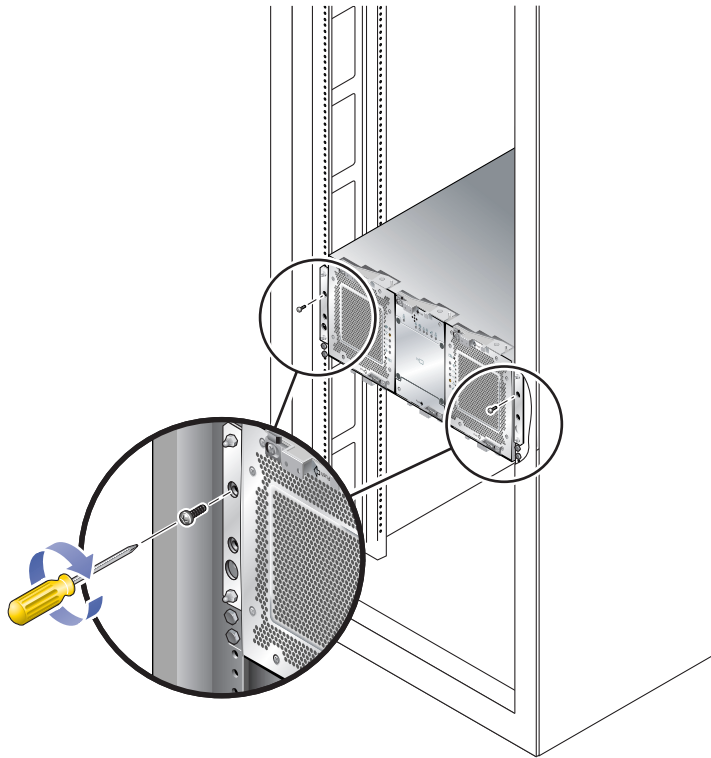

FIGURE 2-13 Fixation du plateau à l'avant de l'armoire
- Pour les armoires Sun StorEdge Expansion ou les modèles équipés de rails filetés 10-32, utilisez un tournevis cruciforme n° 2 pour introduire et serrer quatre vis 10-32 (deux par côté) de fixation du plateau à l'avant de l'armoire (voir FIGURE 2-13).